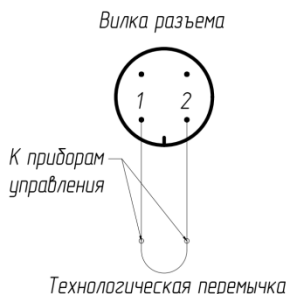

Рис. 5. Схема подключения МПП к линии пуска.
6.6.4. Отстыковать розетку с технологической перемычкой (рис.5).